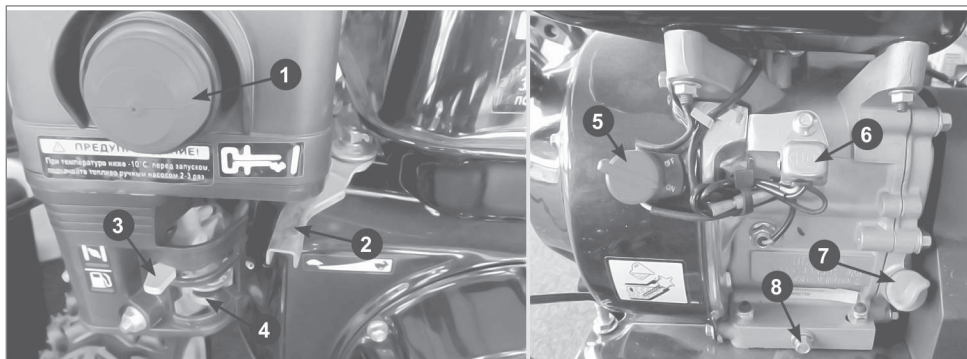

Рис. 6 Основные узлы и органы управления двигателем
Основные узлы и органы управления двигателем приведены на Рис.6
1. Откройте топливный кран, переместив рычаг топливного крана 4 (Рис. 6) в рабочее положение (ON).
2. При запуске двигателя закройте воздушную заслонку карбюратора рычагом 3 (Рис. 6).
3. Установите рычаг газа 2 (Рис. 6) в среднее положение.
4. Нажмите на праймер подкачки топлива 1 (Рис. 6) три раза. При запуске теплого двигателя праймер нажимать не надо.
5. Установите выключатель 5 (Рис. 6) в положение ON (Вкл).